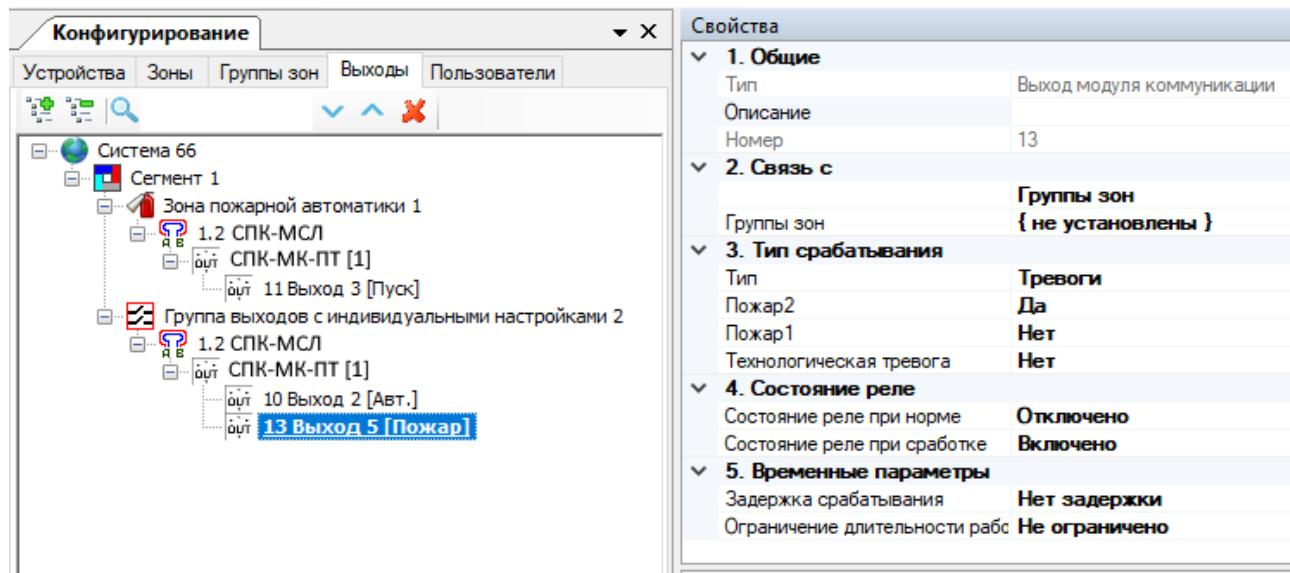

Рис. 54
- 4) Настроить сработку выхода 5 (Пожар) по пожару в selected зоне или группе зон (в которых находятся извещатели ИСБ) (см. рис. 54).